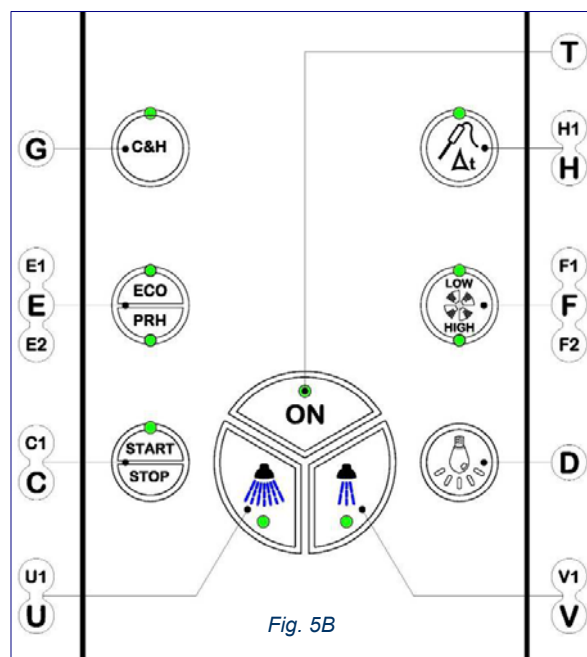

Fig. 5B
5.4F Cook & hold (Fig. 5B)
5.4A Sonda aguja con Delta T (Δt) (Fig. 5B)